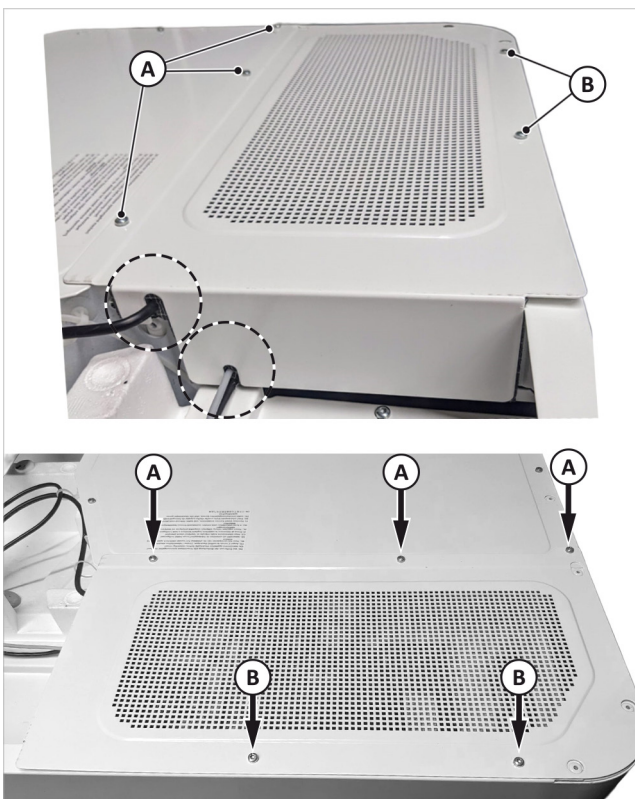

Abb. 6: Quadratlochblech oberhalb der IWS montieren
3. Abdeckblech für die IWS montieren: Dazu zunächst die 3 Schrauben mittig an dem Verdichter-Abdeckblech lösen (→ Abb. 6 (A)) und anschließend die Abdeckung der IWS auflegen/ausrichten. Die vorhandenen Kabel nicht knicken/quetschen, sondern durch die Aussparungen der Abdeckung führen. Anschließend die Schrauben entsprechend → Abb. 6 (A) und (B) einschrauben.